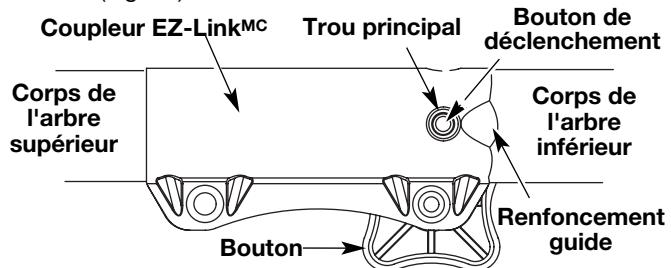

Fig. 21
3. Tenez fermement l'accessoire et enfoncez-le tout droit dans le coupleur EZ-LinkMC (Fig. 21).
3. Appuyez sur le bouton de déclenchement et maintenez-le enfoncé (Fig. 21).